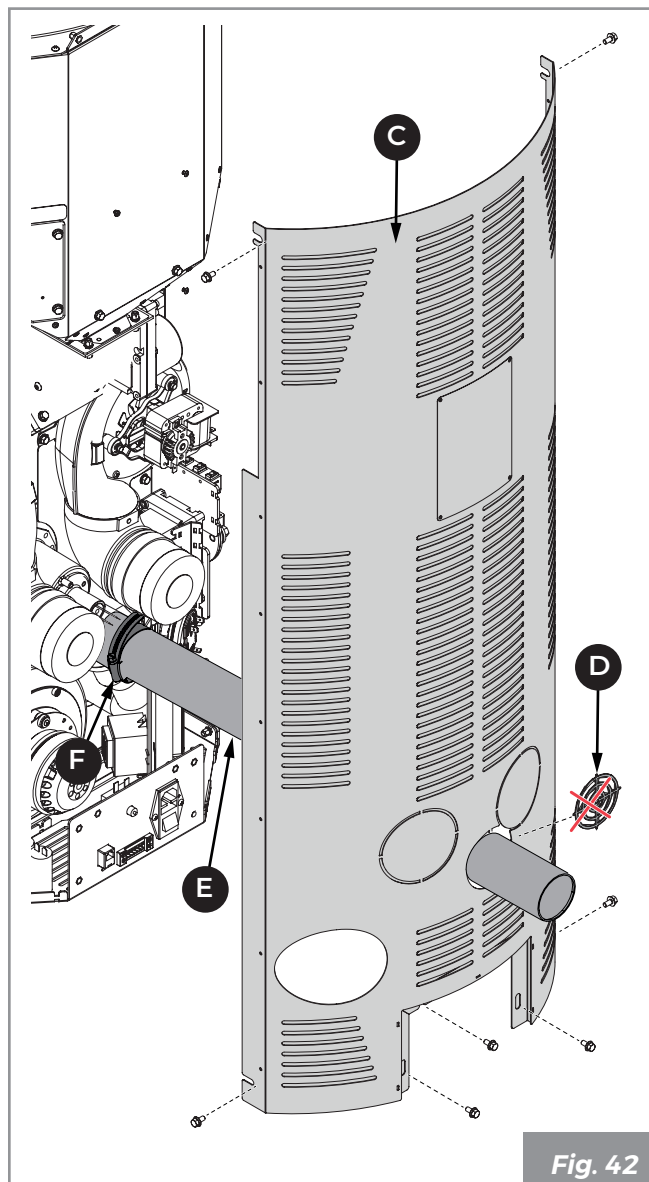

Fig. 42
- Retirez la tôle pré-coupée **(D)** sur le panneau arrière **(C)** et faire passer le tuyau flexible **(E)** pour le raccorder à une prise d'air externe (**Fig. 42**).